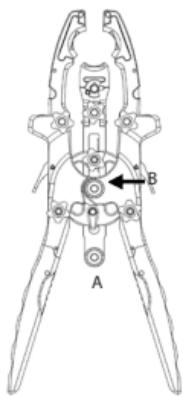

Afbeelding 9
- Schuif de wondspreider met bijbehorende bladen over de **18 mm dilator** en in de operatieplaats (afbeelding 9).